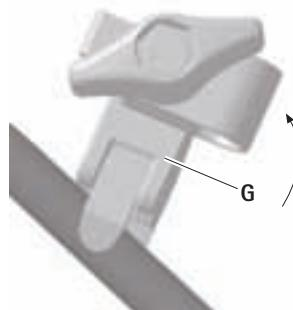

Fig. 9
- Soltar o grampo **G** do quadro empurrando pelo lado, ver Fig. 9.